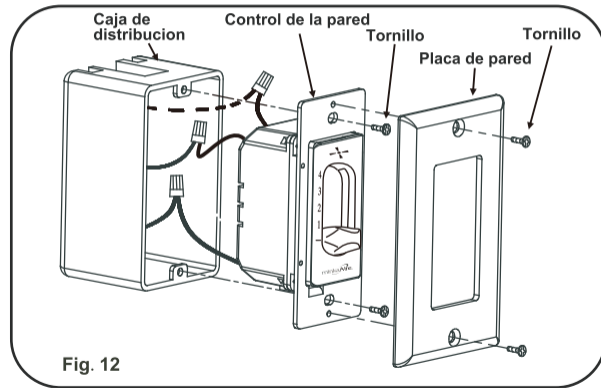

Fig. 12
1. (Fig. 12) Inserta cuidadosamente las conexiones de los cables dentro de la caja de distribución. Fije el control de pared con los dos tornillos suministrados.